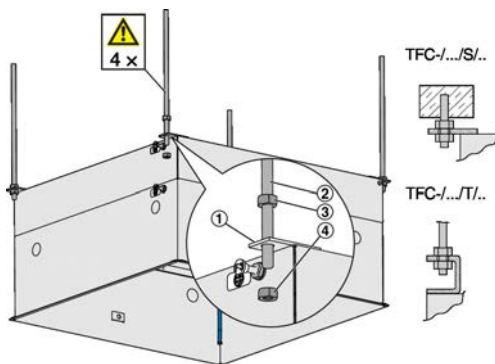

Abb. 2: Befestigung
- ▶ Befestigungselemente, z. B. Gewindestangen (Abb. 2/2), an der Decke befestigen.
- ▶ TFC-Gehäuse zunächst an drei Aufhängungen (Abb. 2/1) befestigen, mit Muttern (Abb. 2/4) horizontal ausrichten und mit Kontermuttern (Abb. 2/3) sichern.